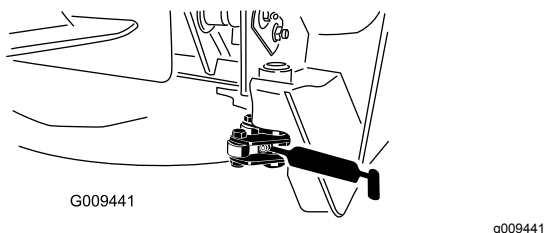

Figura 62
- Pivotes de enganche (2) (Figura 62)